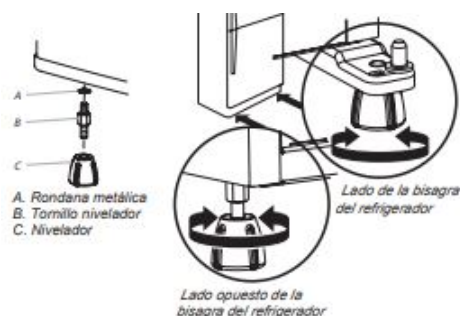

Figura 10: Nivelación del refrigerador.
- Nivelar el refrigerador siguiendo las instrucciones de la Figura 10.